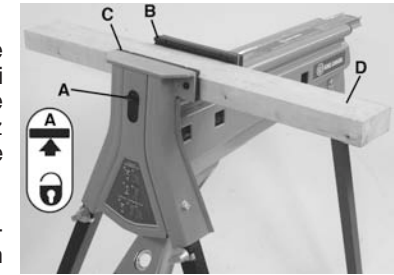
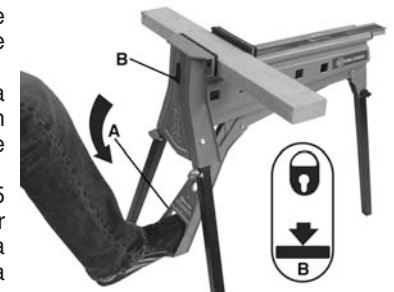

FIGURE 5
FIGURE 6
- 1) Positionnez le loquet de verrouillage/déverrouillage (A) Fig.5 en position déverrouillée en déplaçant le loquet vers le haut, reportez-vous à l'illustration à la Fig.5.
- 2) Pour ouvrir les mâchoires, poussez la mâchoire coulissante (B) Fig.5 vers l'arrière pour l'éloigner de la mâchoire fixe (C).
- 3) Centrez votre pièce de travail (D) Fig.5 entre la mâchoire fixe et la mâchoire coulissante avec un montant égal de la pièce de chaque côté du poste de travail.
- 4) Faites glisser la mâchoire coulissante (B) Fig.5 contre la pièce ou appuyez à plusieurs reprises sur la pédale de pied (A) Fig.6 pour déplacer la mâchoire coulissante vers la pièce (jusqu'à 1" à chaque progrès de la pédale).
- 5) Pour verrouiller la mâchoire coulissante contre la pièce, placez le loquet de verrouillage/déverrouillage (B) Fig.6 dans la position verrouillée en déplaçant le loquet vers le bas, reportez-vous à l'illustration à la Fig.6.
- 6) Appuyez à plusieurs reprises sur la pédale de pied (A) Fig.6 jusqu'à ce que la pièce est entièrement sécurisée.
- 4) Centrez votre pièce de travail large (D) Fig.5 entre la mâchoire fixe et la mâchoire coulissante avec un montant égal de la pièce de chaque côté du poste de travail. Fixez la pièce.